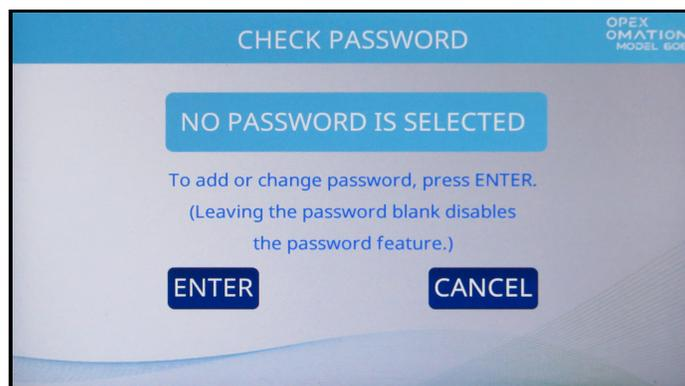

図 5-16 : パスワード確認画面
2. パスワードを空白のままにすると、パスワード機能が無効化されることをユーザーに知らせる、パスワード確認画面（図 5-16）が表示されます。